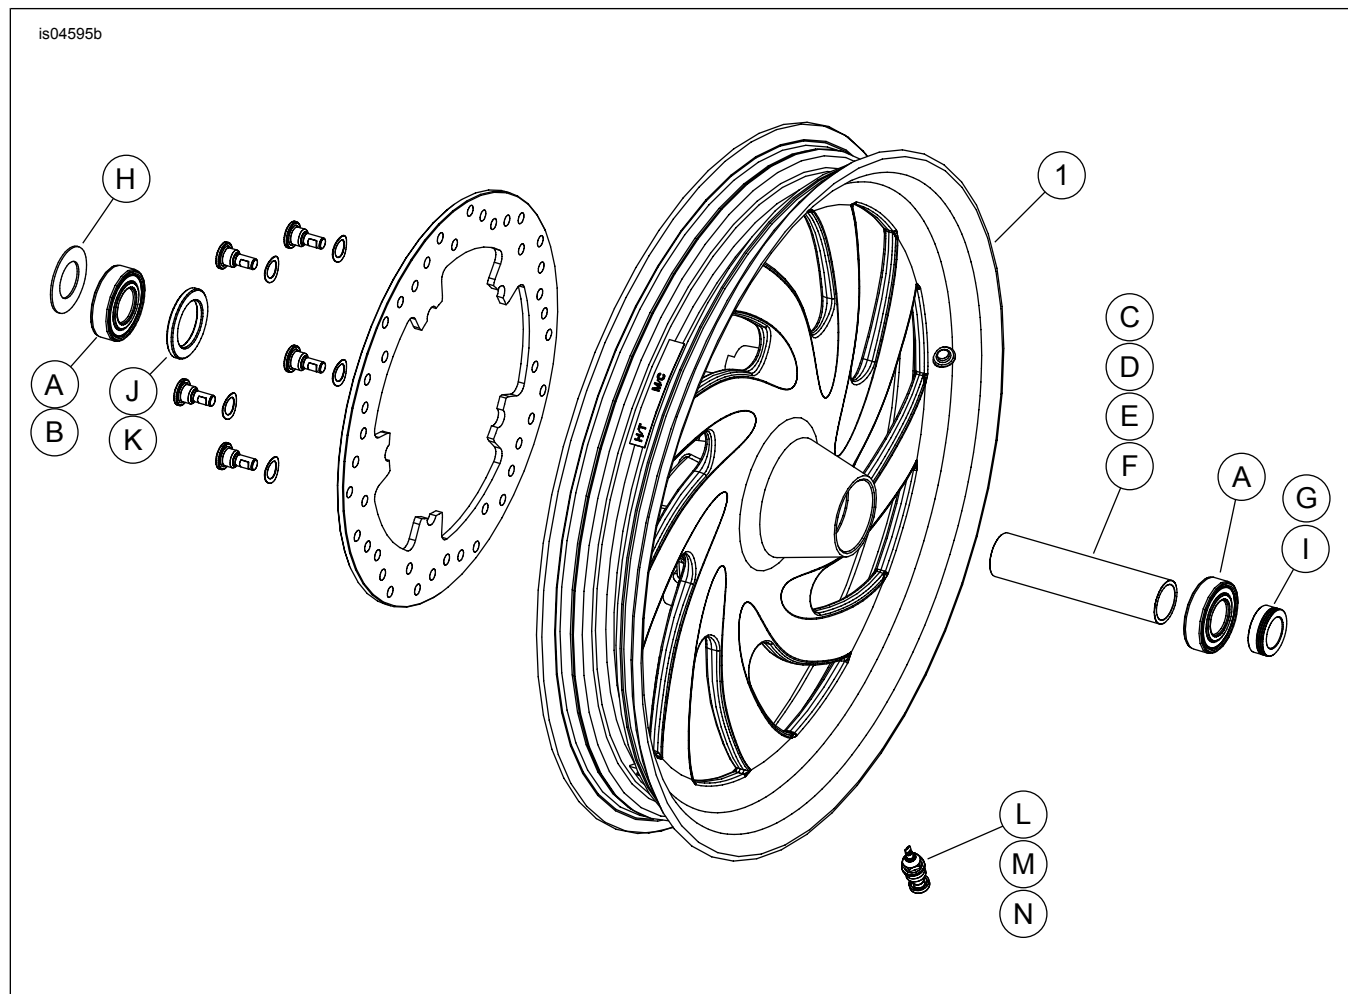

Figura 2. Peças de reposição: Roda dianteira com disco Typhoon (roda de 19 pol. mostrada)
2. Veja Figura 2. Instale o conjunto da haste da válvula (M) na roda. Consulte PNEUS no Manual de serviço.